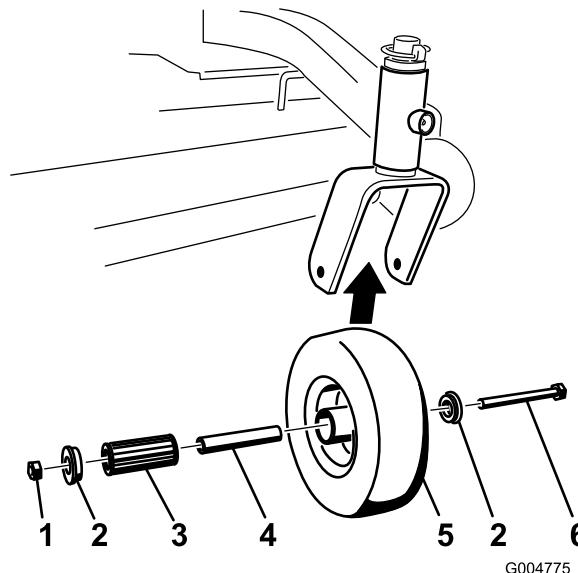

Figura 42
1. Retire la contratuerca y el perno que sujetan la rueda giratoria a la horquilla (Figura 42).
2. Retire un solo casquillo y tire del casquillo intermedio y del cojinete de rodillos para sacarlos del cubo de la rueda (Figura 42).
3. Retire el otro casquillo del cubo de la rueda y límpie la grasa y la suciedad del cubo de la rueda (Figura 42).
4. Inspeccione el cojinete de rodillos, los casquillos, el casquillo intermedio y el interior del cubo de la rueda para comprobar que no están desgastados. Cambie las piezas defectuosas o desgastadas (Figura 42).
5. Para montar el conjunto, coloque un casquillo en el cubo de la rueda. Engrase el cojinete de rodillos y el casquillo intermedio y deslícelos en el cubo de la rueda. Coloque el segundo casquillo en el cubo de la rueda (Figura 42).
6. Instale la rueda giratoria en la horquilla y fíjela con el perno y la contratuerca. Apriete la contratuerca hasta que el casquillo intermedio se apoye contra el interior de las horquillas de las ruedas giratorias (Figura 42).